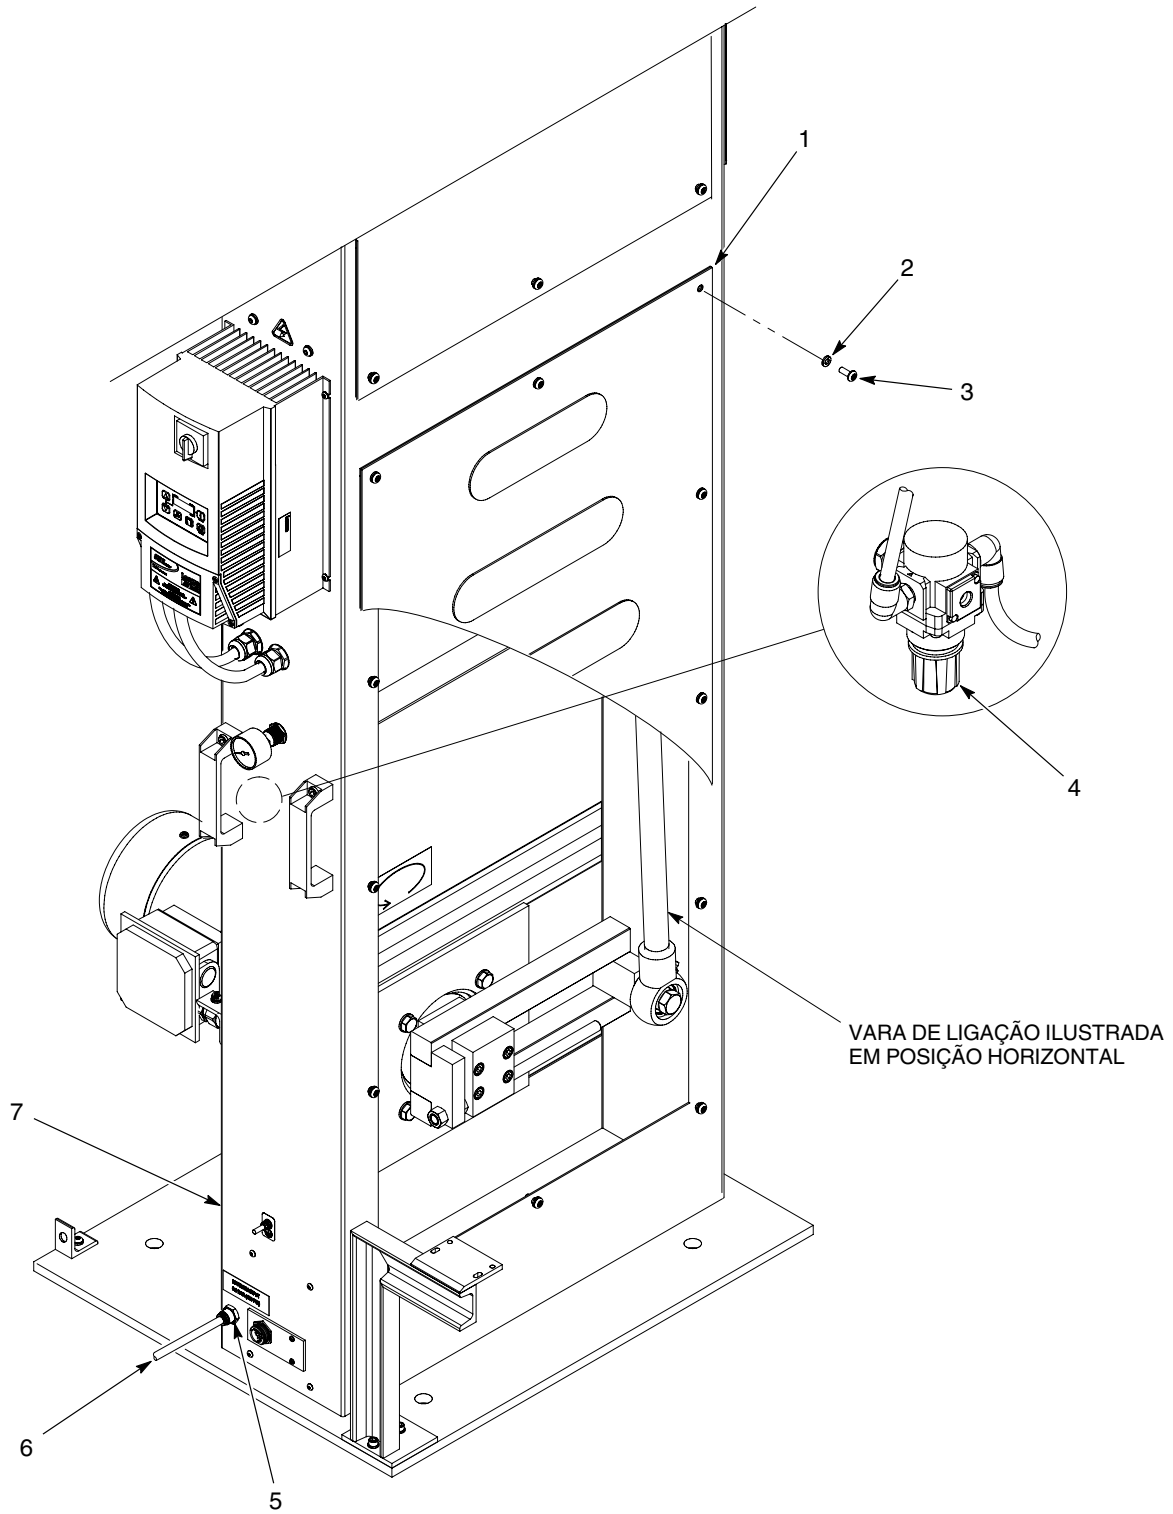

Figura 8 Conexão de ar de abastecimento
1. Consulte a figura 8. Ligue a linha de ar de abastecimento de 8 mm (6) à união de ar (5) do oscilador (7).